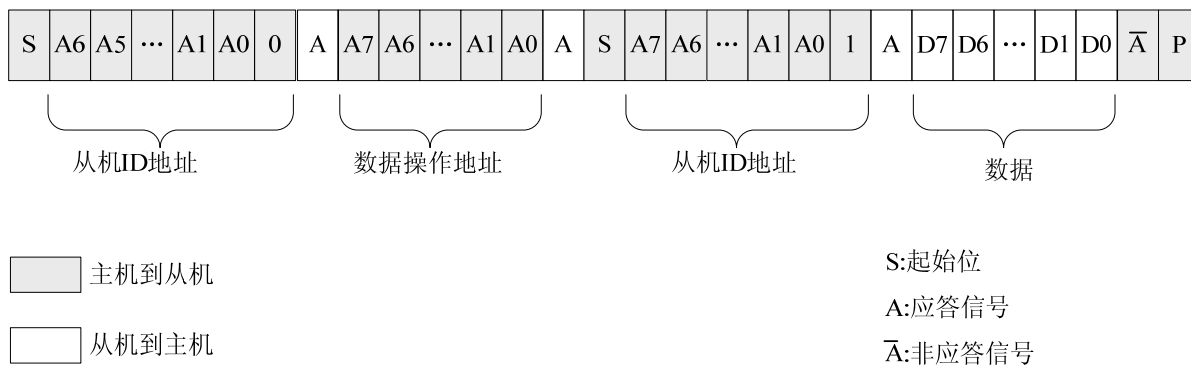

图 4.54 单字节主接收模式的数据格式
单字节主接收模式的数据格式如图 4.54，起始 (S) 和结束 (P) 条件均由主机 SPCE3200 产生，分别用于指示串行数据传输开始和结束。在此模式下数据传输模式为接收，所以寄存器 P_I2C_MODE_CTRL (详见第 4.10.5 节) 的 bit6 应该被设置为 1，表示执行接收操作。